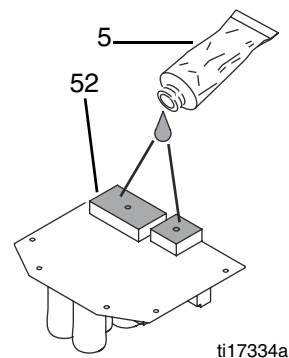

Рис. 1
- a. Для устройств, показаны на рис. 1 ниже, нанесите небольшое количество термостойкого состава 15U114 или 110009 (5) на затененные зоны задней части платы управления мотора (52).